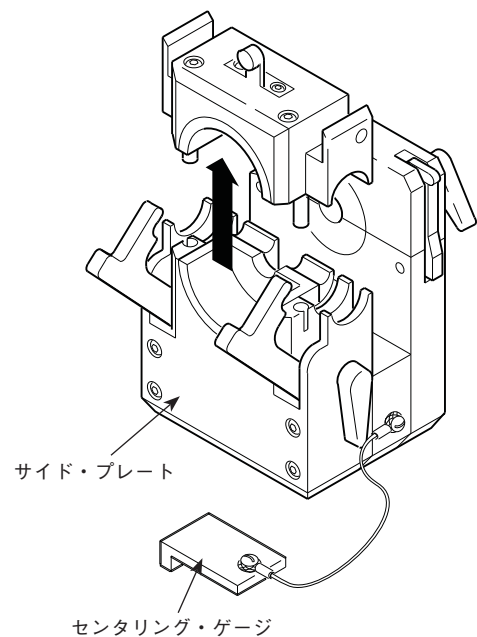

図 23：サイド・プレートの上部を取り外す
3. フィクスチャー・ブロックを上向きに戻し、CWS-5FSP2 サイド・プレートの上部を取り外します。図 23 をご参照ください。